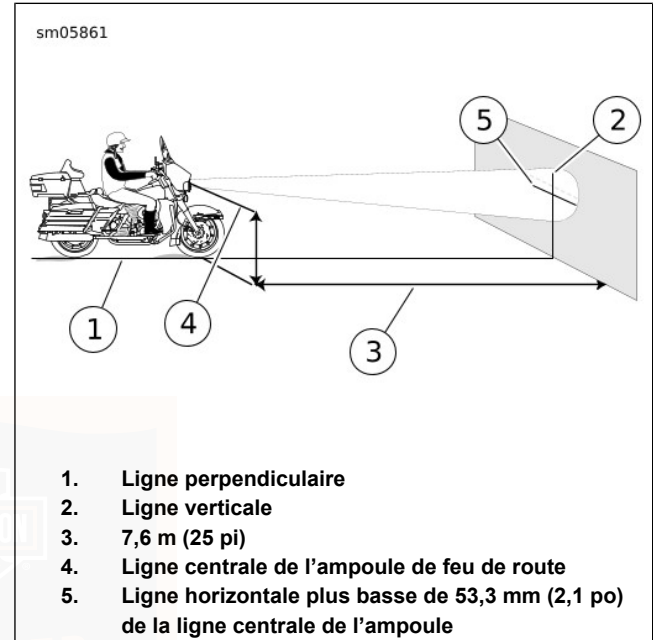

Figure 65. Vérifier l'alignement du phare
Voir Figure 65. Pour aider dans le positionnement correct de la moto, une ligne perpendiculaire (1) peut être tracée sur le sol. Pour de meilleurs résultats, choisir un endroit peu éclairé.
3. Tracer une ligne verticale (2) sur le mur.
2. Ajuster le faisceau lumineux jusqu'à ce qu'il soit centré comme indiqué dans Figure 65.